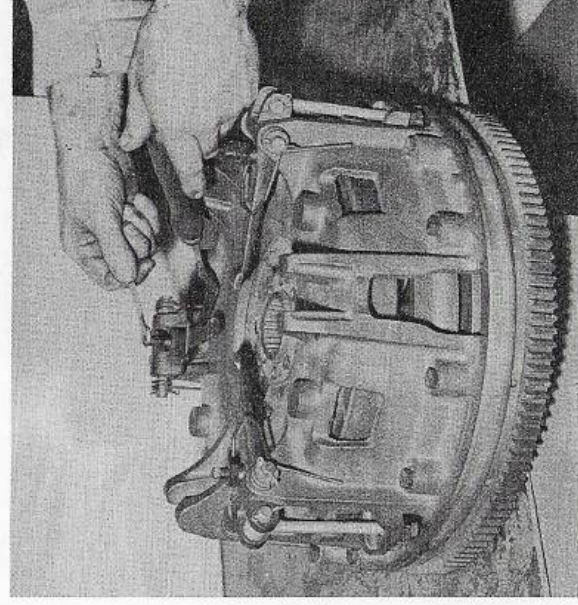
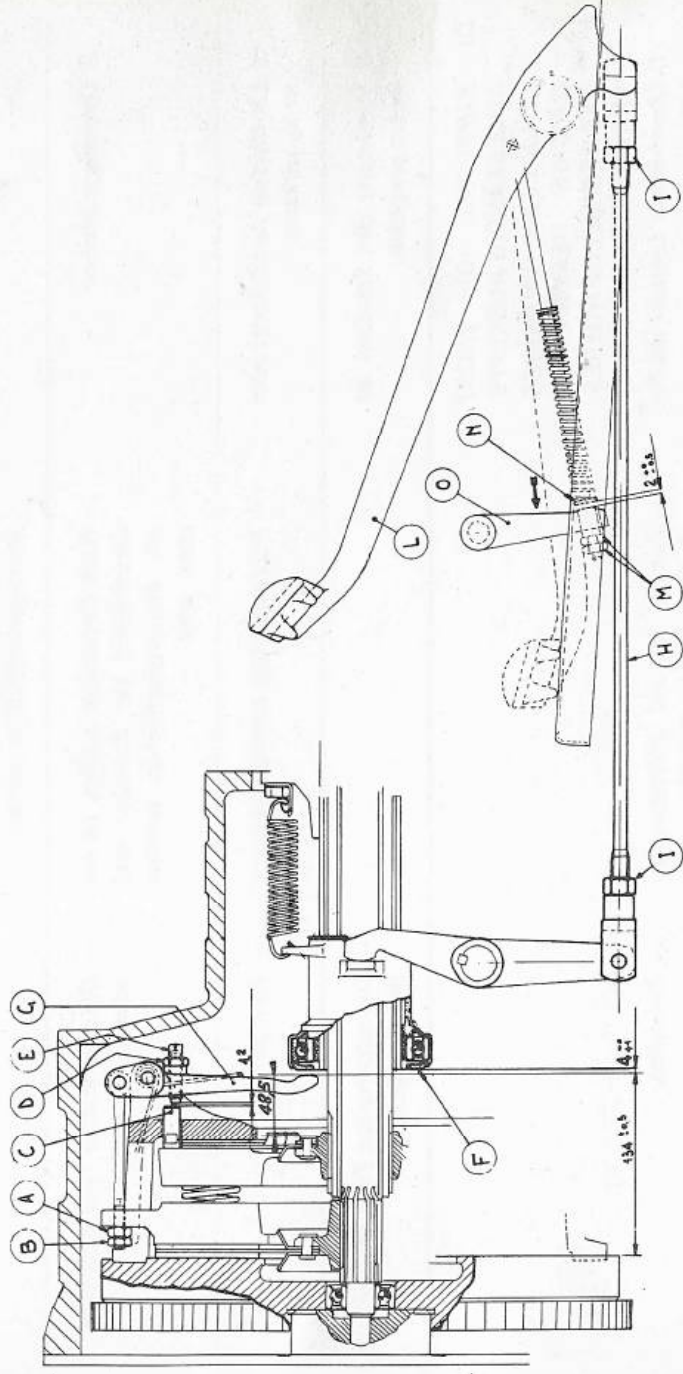

Bild 4
Bild 5
1. Die Mutter A einstellen und mit der Gegenmutter B so lange klemmen, bis das Abmass von 48,5 mm zwischen dem Berührungspunkt des Hebels F mit dem Lager G mit dem Lager F und der Ebene der Nabe der sekundären Kupplungsscheibe erreicht ist (siehe Bild 1 - Figur 3 - Bild 5).
2. Die Schraube E einstellen und mit der Gegenmutter D befestigen, so lange bis man zwischen dem strahlenförmigen Ende der Schraube E das Abmass von $1,2 \pm 0,050$ mm erreicht. (Mit der Fühllehre kontrollieren). (Siehe Bild 1 - Bild 4 und Bild 5).
3. Bei offener Kupplungsschautür durch Einstellung der Steuerzugstange A kontrollieren, ob der Abstand zwischen den Hebeldrucklager F $4 \pm 0,1$ mm beträgt. (Siehe Bild 1 und Bild 5).
Mit Pedal L in Hochstellung auf den Hebel O gegen den vorderen Teil der Maschine drücken, wie dies vom Pfeil angegeben ist, Mutter und Gegenmutter M einstellen, bis man zwischen dem Hebel O und der Federhaltebeilagscheibe N das Abmass von $2 \pm 0,5$ mm erhält (siehe Bild 5).